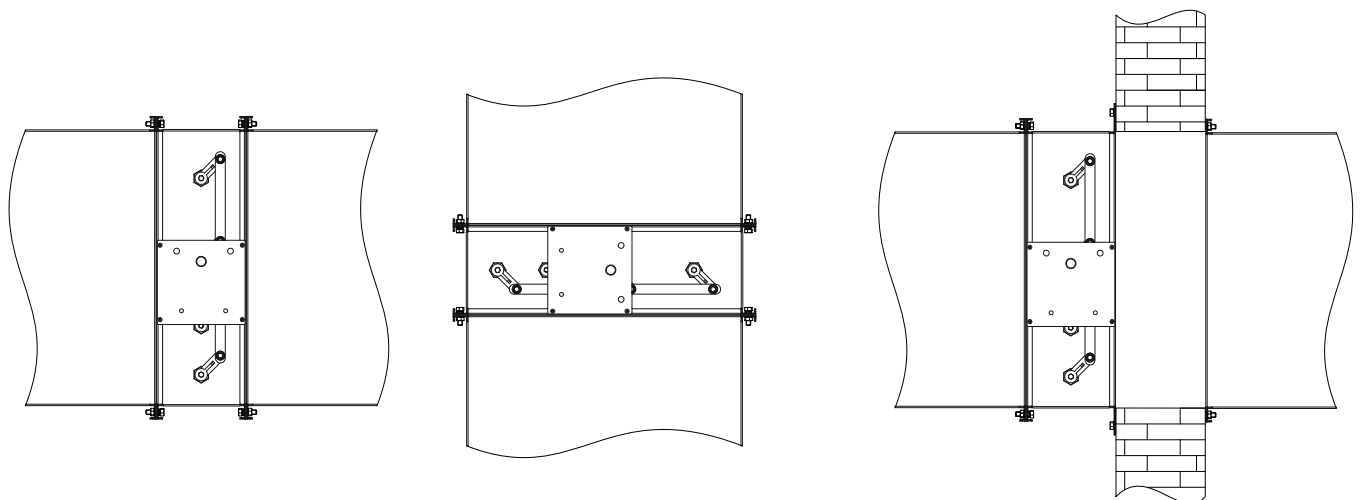

Рисунок 5.4 – Варианты монтажа клапана канального типа
5.7 Для канального типа, закрепите клапан к ответным фланцам воздуховода при помощи болтовых соединений (рисунок 5.4). Стяжные скобы рекомендуется устанавливать на фланцы с длиной стороны более 400 мм, с шагом 200-300 мм. Места соединения фланцев герметизируйте. При монтаже деформация корпуса клапана не допускается.